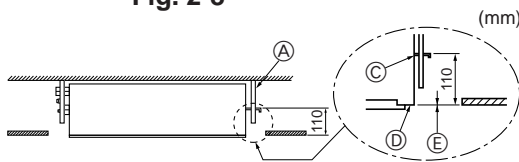

Fig. 2-9
5. Serrare tutti i dadi. (Fig. 2-9)